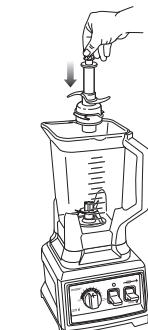

Fig. 4
- 5 Sosteniendo las cuchillas superiores por la parte superior del vástago, colóquelas sobre las cuchillas inferiores, dentro de la jarra. Verifique que las cuchillas superiores estén bien colocadas y que queden paradas dentro de la jarra. No use la unidad si las cuchillas superiores no están en posición vertical. (Fig. 4)